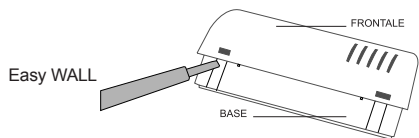

Fig.1
1. Inserire un piccolo cacciavite a taglio tra la base e la parte frontale di Easy, nelle apposite guide presenti nella base e fare leva per sbloccare i due dentini plastici. Applicare una leggera torsione con il cacciavite tra il dente ed il foro, ma non premere direttamente sul dente per non romperlo (Fig.1).